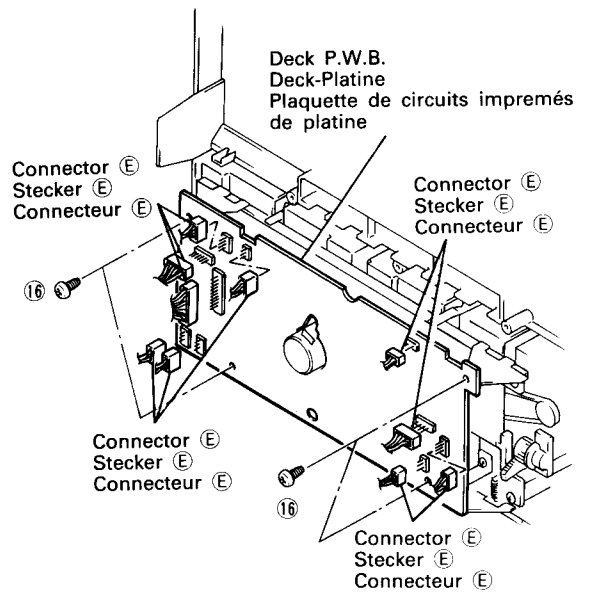

Fig. 14 Abb. 14
**15. Deck-Platine (Abb. 14)**
**15. Plaquette de circuits imprimés de platine (Fig. 14)**